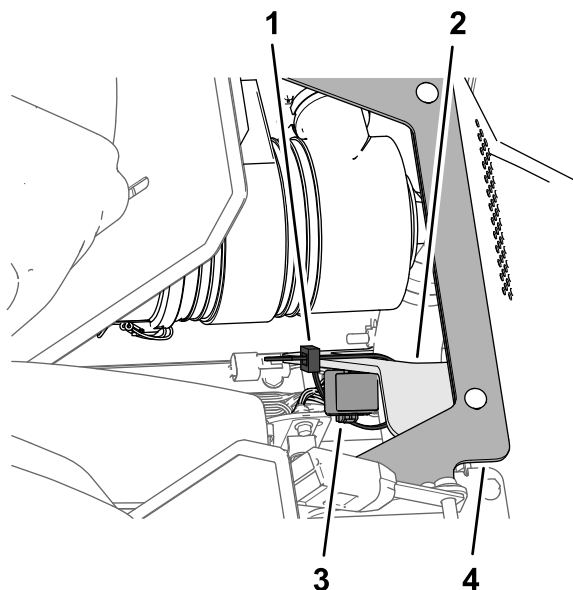

Figura 93
8. Fissate il relè di interruzione pompa del cablaggio preassemblato posteriore al supporto destro per l'angolo di supporto sedile (Figura 93).